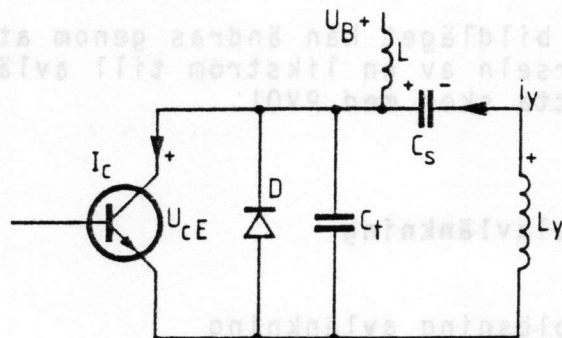

Fig 5
Strömbrytaren i fig ersätts i det praktiska fallet med en transistor och en diod samt batteriet av en kondensator (C_s), som laddas upp via en induktans (L). Se fig. 5.